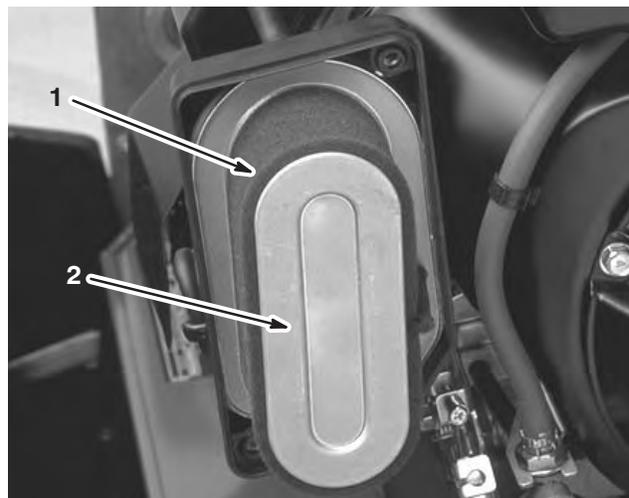

Figure 30
4. Si l'élément en mousse est encrassé, sortez-le de l'élément en papier (Fig. 30) et nettoyez-le soigneusement.